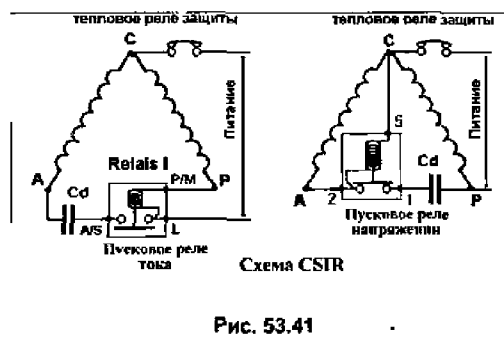

Рис. 53.41
**4) Схема CSIR** (Capacitor Start Induction Run) аналогична схеме RSIR, в которую добавлен пусковой конденсатор (см. рис. 53.41).